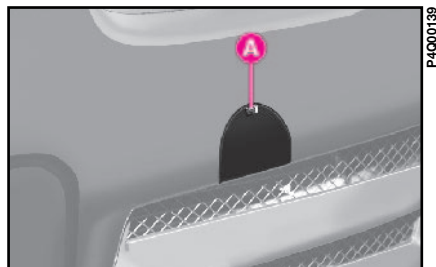

fig. 46
2) enlever le cache **A-fig. 46** sur le pare-chocs avant, en s'aidant d'un tournevis comme d'un levier;